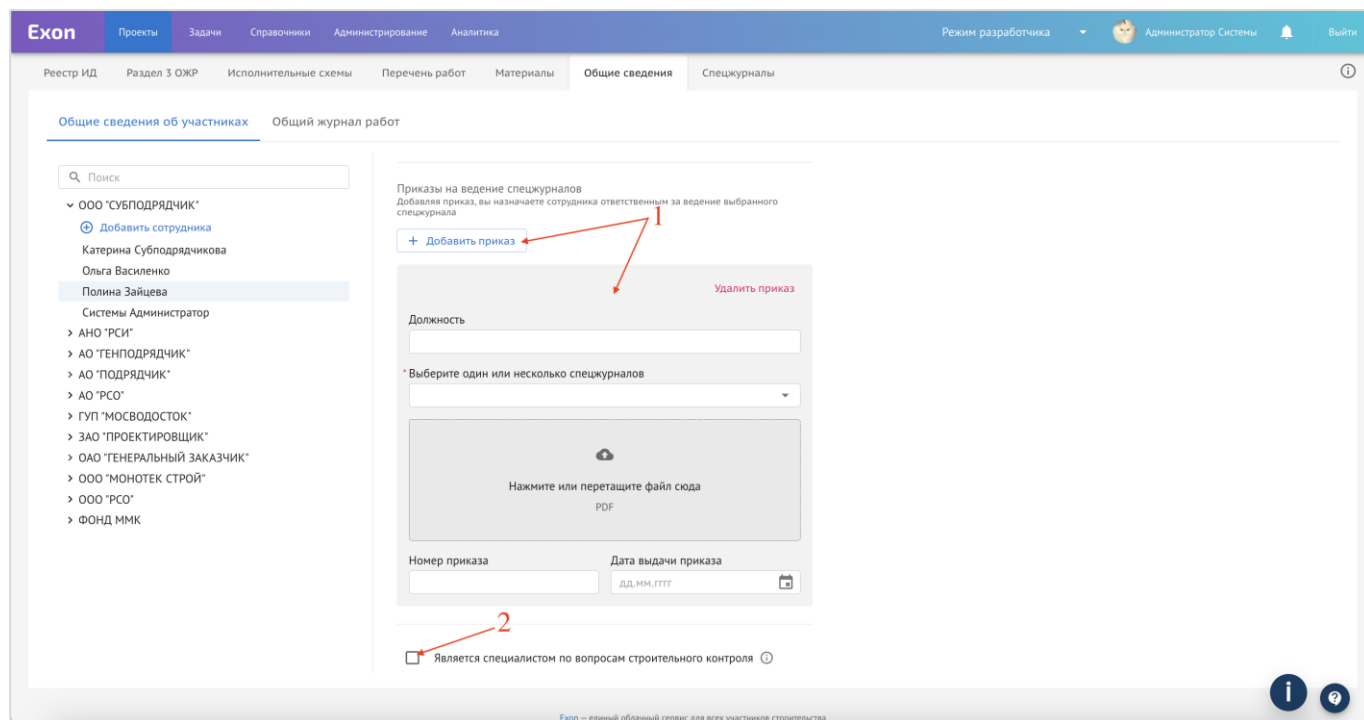

Рис. 5 – Добавление приказа на ведение СЖР; Назначение специалиста по вопросам СК
5. Далее, при необходимости, следует добавление приказа для сотрудников ответственных за ведение Специальных журналов работ (далее – СЖР) (можно внести позже и на другого сотрудника из списка организации). При внесении приказа для ведения СЖР, данные будут указаны в разделе 2 ОЖР (1) (рис. 5).
6. Для специалистов по вопросам строительного контроля (далее – СК) во вкладке «Общие сведения» также необходимо поставить флажок (5) – данная информация попадает в титульный лист ОЖР, а также только пользователи с флажком о принадлежности к СК отображаются в списке ответственных, за проведение строительного контроля в модуле СК (2) (рис. 5)